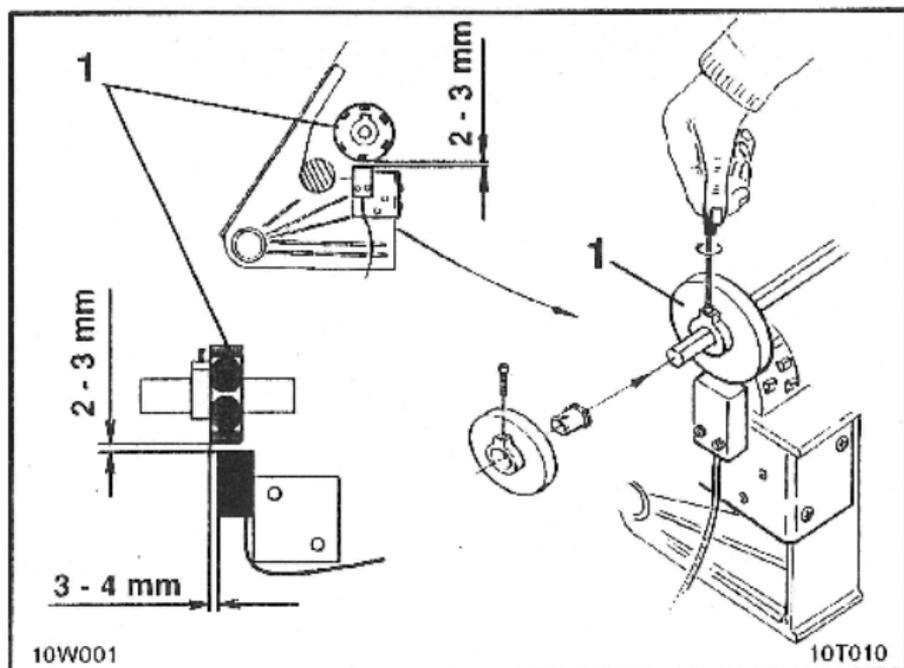

Fig. 10.4
- Fijar el soporte de los 6 imanes (fig. 10.4/1) en el eje de desconexión de las ruedas de siembra.